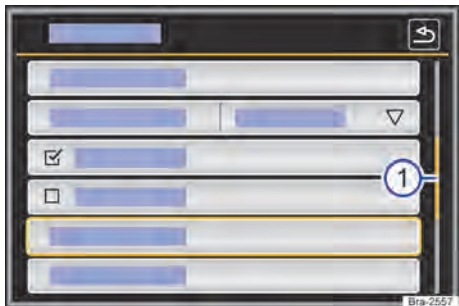

Fig. 115 Representación esquemática: entradas de la lista en el menú de configuraciones.
Se puede acceder a las entradas de la lista mediante un toque directo en el display o por medio de la tecla de regulación → fig. 115 ④.
Si en una vista de lista hay más registros seleccionables de los que se puede ver, se muestran botones de función para desplazar o una barra de desplazamiento a la derecha en la imagen → fig. 115 ①.